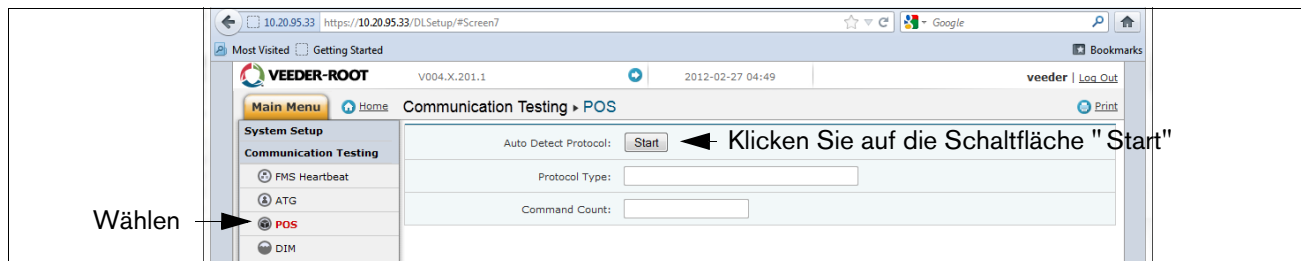

Abbildung A-16. POS-Protokolltyp-Abfrage
18. Klicken Sie auf "POS", um das POS-Protokoll zu erfassen. Klicken Sie auf die Schaltfläche "START" neben "Auto Detect Protocol" und warten Sie, bis der Protokolltyp angezeigt wird (siehe Beispiel in Abbildung A-16).